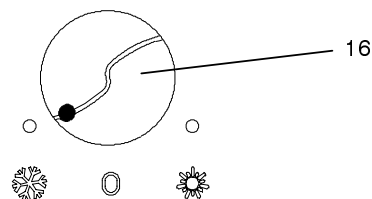

Fig. 2.3
- 3 Si vous désirez que votre chaudière fonctionne en chauffage pour les modèles *uniquement chauffage* ou en chauffage/sanitaire pour les modèles *mixtes*, positionner le commutateur (16) comme indiqué dans la Fig. 2.3.